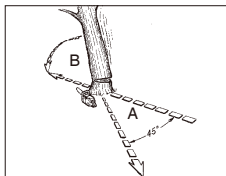

Fig. 11A
⚠ ADVERTENCIA: Debe planificarse una vía de retirada (A) y despejarse según sea necesario antes de iniciar los cortes. La vía de retirada debe extenderse hacia atrás y en diagonal hasta la parte trasera de la línea de caída esperada, como se muestra en la ilustración de la Fig. 11A.
⚠ ADVERTENCIA: A medida que el corte de derribo se aproxima a la bisagra, el árbol debe empezar a caer. Cuando el árbol empiece a caer, retire la sierra del corte, detenga el motor, baje la motosierra y abandone la zona por la vía de retirada (Fig. 11A).